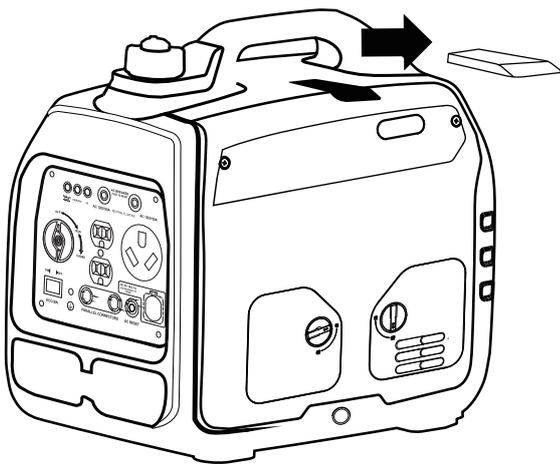

Figura 18: Far scorrere il coperchio della candela
3. Far scorrere il coperchio di accesso alla candela fuori dall'alloggiamento (vedere la Figura 18).